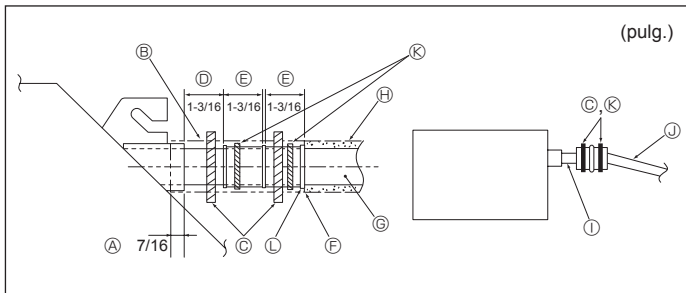

Fig. 5-6
1. Conecte el tubo de desagüe (suministrado con la unidad) al orificio de desagüe. (Fig. 5-6)